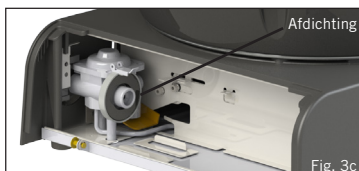

Fig. 3c
- Als er bellen ontstaan, dan is er een gaslek. Verwijder de gascartridge onmiddellijk uit het toestel. Controleer of alle verbindingen goed zijn. Controleer of de afdichting op zijn plaats zit en in goede staat is voordat er een gascartridge aangesloten wordt (Fig. 3c). Opnieuw controleren met zeepwater nadat de gascartridge weer geplaatst is.
- Controleer of de afdichting (Fig. 3c) op zijn plaats zit en in goede staat verkeert voordat u de patroon aansluit.